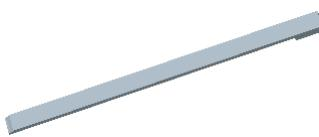

图 19.34 着色后的镶块体积块
(1) 单击**视图**功能选项卡 **可见性** 区域中的“着色”按钮 。
(2) 系统自动将刚创建的镶块体积块 INSERT_03 着色，着色后的镶块体积块如图 19.34 所示。